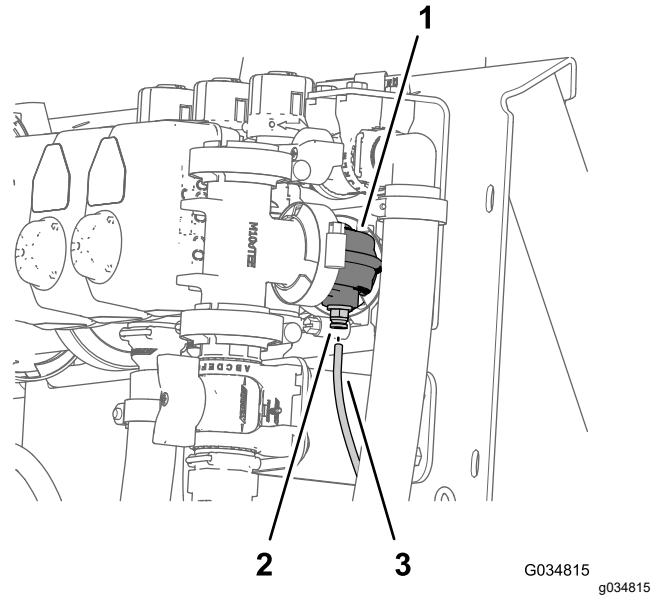
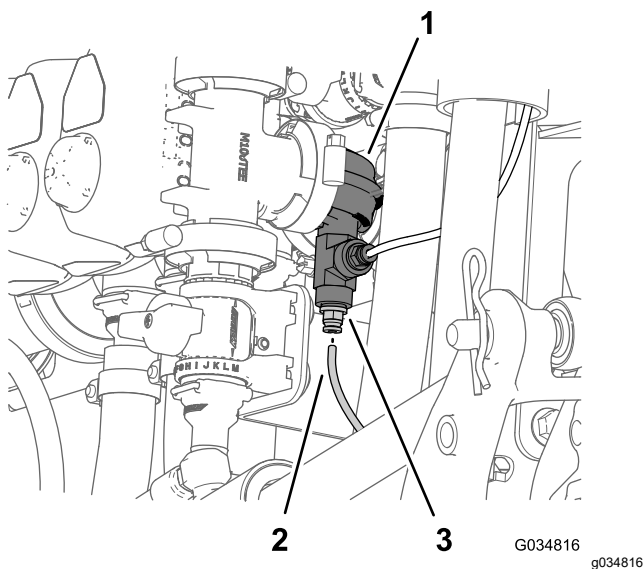

Figura 12
Figura 13
1. Presione hacia dentro el anillo del acoplamiento del tubo del codo de 90° de la válvula de sección del brazo derecho (Figura 12 o Figura 13).
2. Tire del tubo del sensor de presión del indicador del panel de instrumentos para sacarlo del acoplamiento del tubo (Figura 12 o Figura 13).